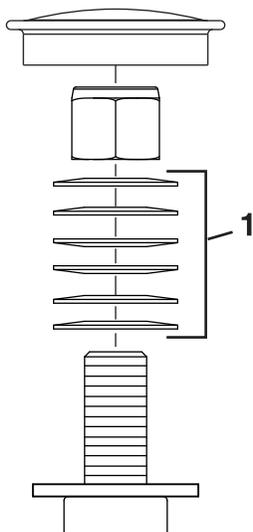

Figure 54
3. Retirez le capuchon protecteur de la roue pivotante et serrez le contre-écrou (Figure 54).
4. Continuez de serrer le contre-écrou jusqu'à ce que les rondelles élastiques soient aplaties, puis desserrez-le d'un quart de tour pour obtenir la précharge correcte des roulements (Figure 54).
5. Remettez le capuchon protecteur en place (Figure 54).
**Important:** Veillez à placer les rondelles élastiques comme montré à la Figure 54.